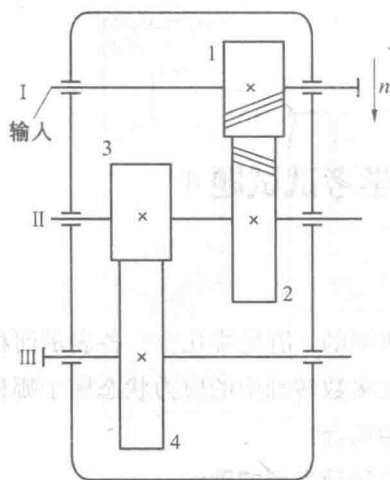

图 1
1. 图 1 所示为二级斜齿圆柱齿轮减速器, 第一级斜齿轮的螺旋角 β_1 的旋向已给出。